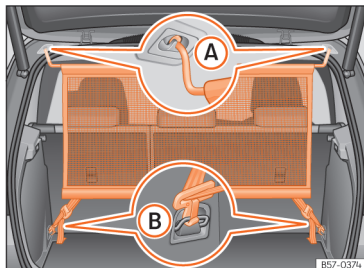

Fig. 173 Plasa de separare montată.
- Agățați plasa de separare la carcasa din stânga a plafonului » fig. 173 A. Asigurați-vă că trageți în jos tija rabatabilă peste poziția superioară.
- Fixați peretele despărțitor de plasă pe carcasa din dreapta spate a plafonului, apăsând pe tija » fig. 173 A.
- Fixați două cârlige ale plasei ale peretelui despărțitor de plasă pe inelele de ancorare din portbagaj » fig. 173 B și strângeți bine chingile.